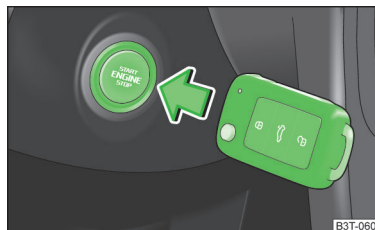

Fig. 135
- Apăsăți butonul de pornire direct cu cheia » fig. 135.
La pornirea de urgență a motorului, cheia trebuie să fie orientată cu profilul cheii spre butonul de pornire » fig. 135.